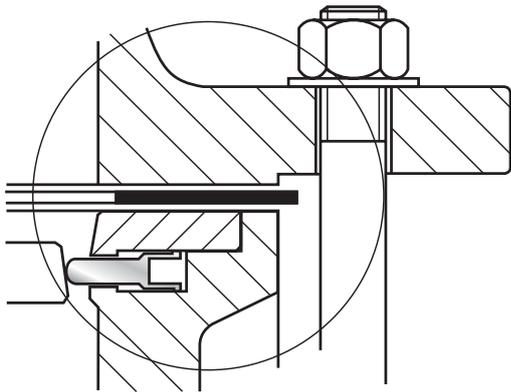

Fig.5-6 Flansche und Dichtung
5. Stellen Sie sicher, dass die Klappe und die Dichtungen richtig zentriert sind und Dichtungen mit der richtigen Qualität verwendet werden. Bei einer guten Absperrfunktion wird der Druck der Gegenflansche über die Dichtung zur Abdeckplattegeleitet (→ Fig.5-6).